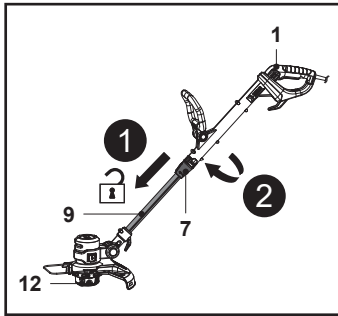

Fig. 8 (posición inicial a 0°)
1. Deslice el botón de desbloqueo (7) hacia abajo y gire la empuñadura principal (1) hacia la derecha mientras sujeta la parte inferior de la barra (9) para ajustar el cabezal de corte (12) a un ángulo de 90° o 180° (Fig. 8). Suelte el botón de desbloqueo (7) y siga girando la empuñadura principal (1) hasta que encaje en su sitio. Asegúrese de que el botón de desbloqueo (7) encaje en su sitio.